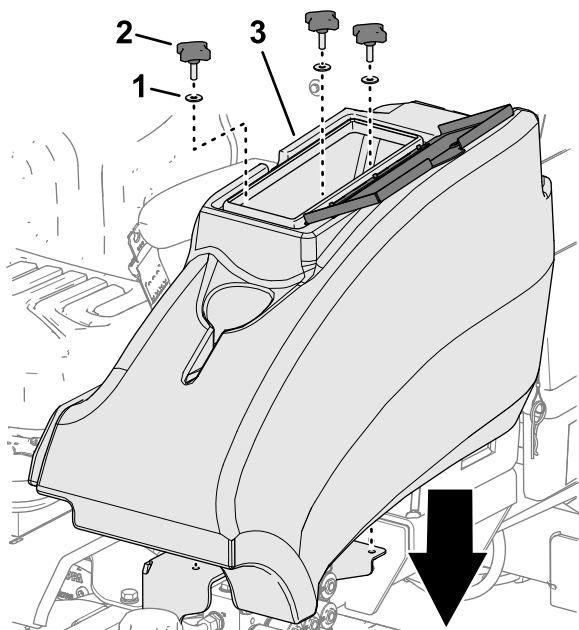

Figure 57
2. Montez le compartiment de rangement sur la machine avec les 3 boutons et les 3 rondelles (Figure 57)